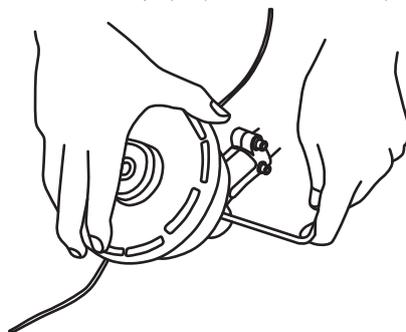

Fig. 25a
- Ouvrir l'ensemble bobine en dévissant la bobine de coupe (B10) dans le sens horaire. (voir Fig. 25a).